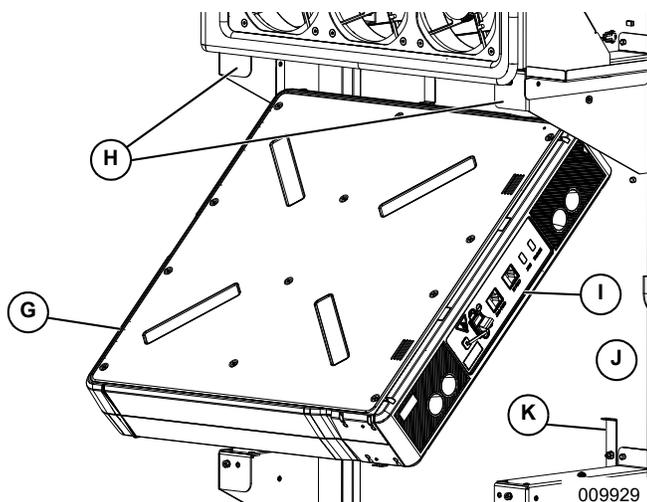

Figure 4-18. Mise en place des modules de batterie arrière
1. Voir **Figure 4-18**. Incliner le haut du module de batterie (G) pour le passer derrière la patte du support (H).